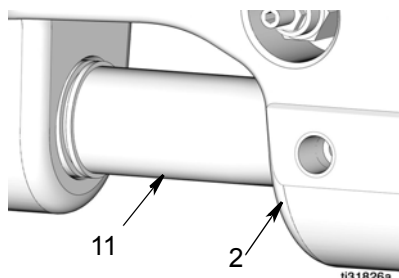

FIG. 17
3. Déposer l'écrou (14) de la base de la pompe (2).
4. Extraire le cylindre de la pompe (11) hors de la base de la pompe (2) (FIG. 17).